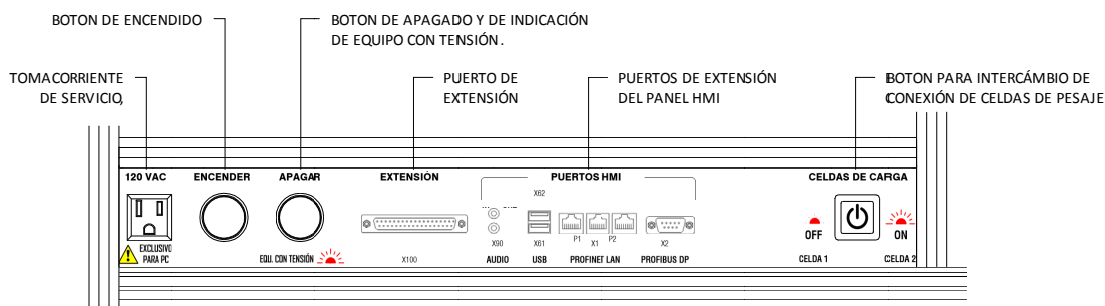

Ilustración 9: PANEL DE MANDOS – IDENTIFICACIÓN DE PARTES.
2. Acciones en panel de mandos: Para mejor entendimiento del procedimiento Ver Ilustración 9: